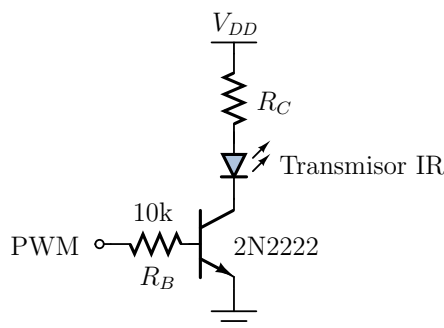

Figura 11: Driver para manejar LED con señal PWM.
6. Calcule el valor de la resistencia R_C del driver PWM de la figura 11 para obtener una buena amplitud en la señal de salida resguardando márgenes conservadores (50-80 %) para la corriente en el LED y el transistor (véase *datasheet* de IR333A). ¿Qué utilidad tendría agregar una capacitancia pequeña (del orden de unos 20 pF) en paralelo con R_B ?